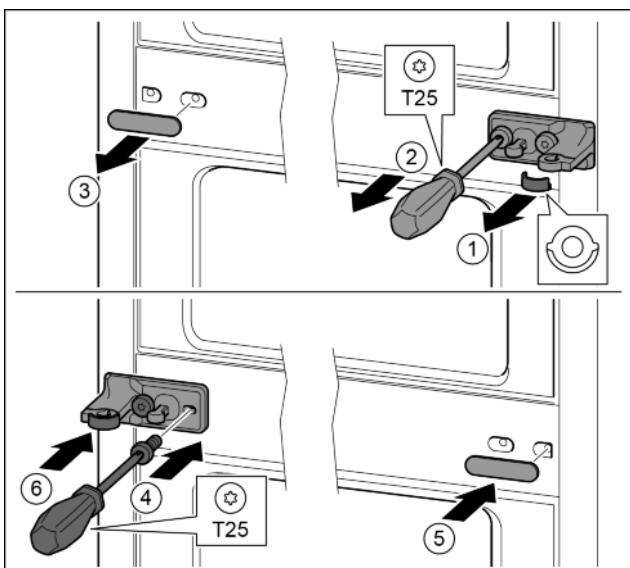

Fig. 14
- ▶ Skinite podložnu pločicu. Fig. 14 (1)
- ▶ Odvijačem T25 odvijte vijke. Fig. 14 (2)
- ▶ Oprezno skinite pokrov. Fig. 14 (3)
- ▶ Čvrsto zavijte podložak ležaja s folijom okrenuto za 180° na drugoj strani. Fig. 14 (4)
- ▶ Postavite pokrov okrenut za 180° na drugoj strani. Fig. 14 (5)
- ▶ Nataknite podložnu pločicu s prednje strane. Fig. 14 (6)